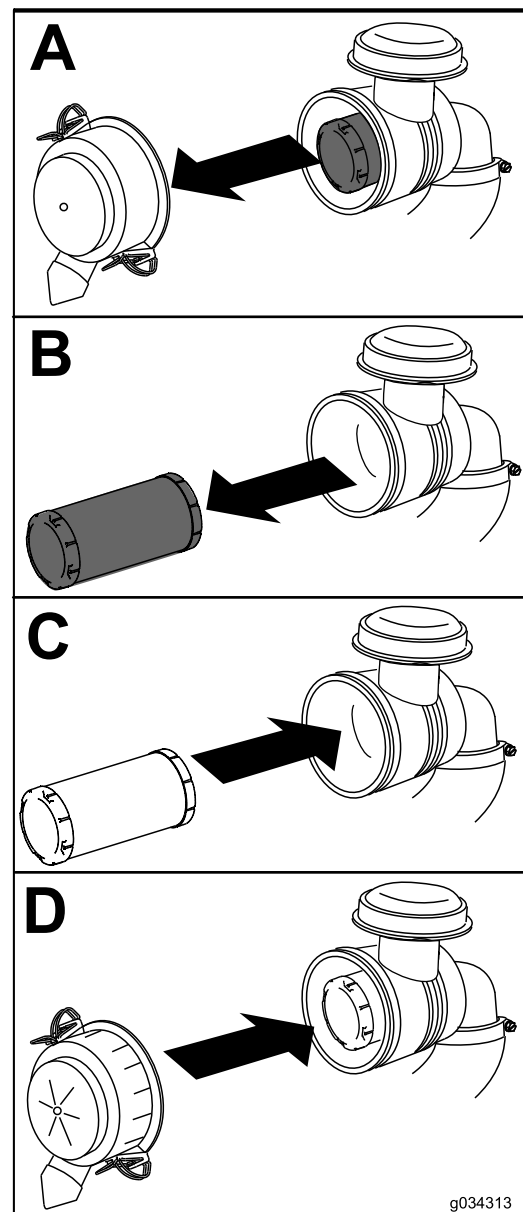

Figure 39
1. Sortez l'élément filtrant hors du boîtier du filtre à air avec précaution (Figure 39).
4. Reposez le couvercle du filtre à air, le côté identifié comme étant le HAUT dirigé vers en haut, puis verrouillez-le en place (Figure 39).